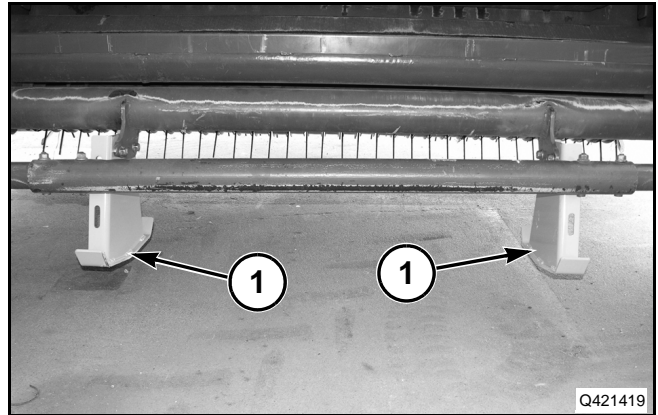

FIG. 3
FIG. 3: En algunas enfardadoras, están instalados los soportes de transporte (1), y los neumáticos se quitan para reducir el ancho del envío. Realice lo siguiente para quitar los soportes de transporte.